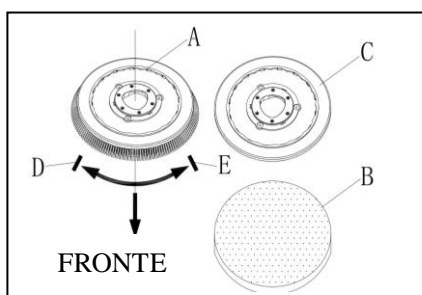

Figura 5
Installare sia le spazzole (A, Figura 5) che i feltri (B e C, Figura 5) in accordo al tipo di pavimento che si deve pulire.
1. Assicurarsi che l'interruttore (45) sia in posizione "o".
2. Sollevare il serbatoio (25) afferrandolo per la maniglia (2).
3. Ruotare la spazzola (A, Figura 5) o il reggi-feltro (B/C, Figura 5) in senso orario (in direzione della freccia D, Figura 5) per installare sulla piattaforma.
4. Ruotare la spazzola o il reggi-feltro in senso antiorario (in direzione della freccia E, Figura 5) per disinstallare dalla piattaforma.